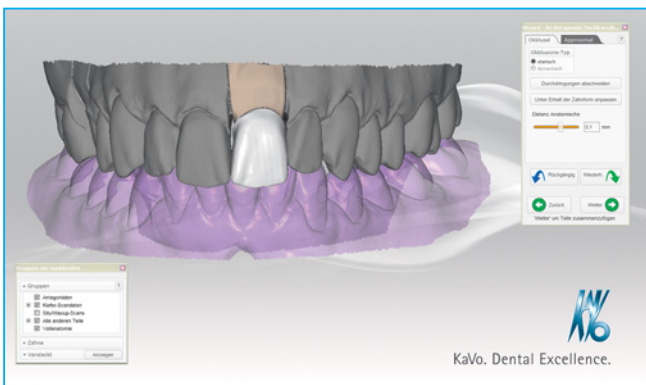

Abb. 11: Antagonisten beschneiden
14.31 Uhr: Das System bietet an, den Antagonisten (lila) zu beschneiden (Abb. 11). Kontaktpunkte zu den Nachbarzähnen können hergestellt